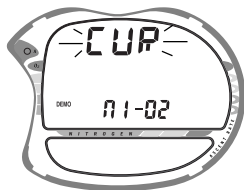

Fig. 78 - Demo Kalibrierung
- Drücken Sie kurz die linke Taste ("Weiter") um die Einstellung zu bestätigen und zu **DEMO: NI-O2** zu gelangen. **CUR** (oder **NEW**) blinken (Fig. 78).